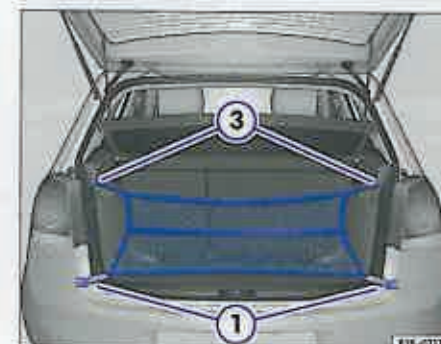

Fig. 99 În portbagaj: Plasa în fața marginii de încărcare.
- Prindeți cârligele plasei în inelele de prindere ⇒ fig. 99 ①.
- Prindeți inelele plasei în cârligele buzunarului ③. Fermoarul plasei trebuie să fie îndreptat în sus. ◀